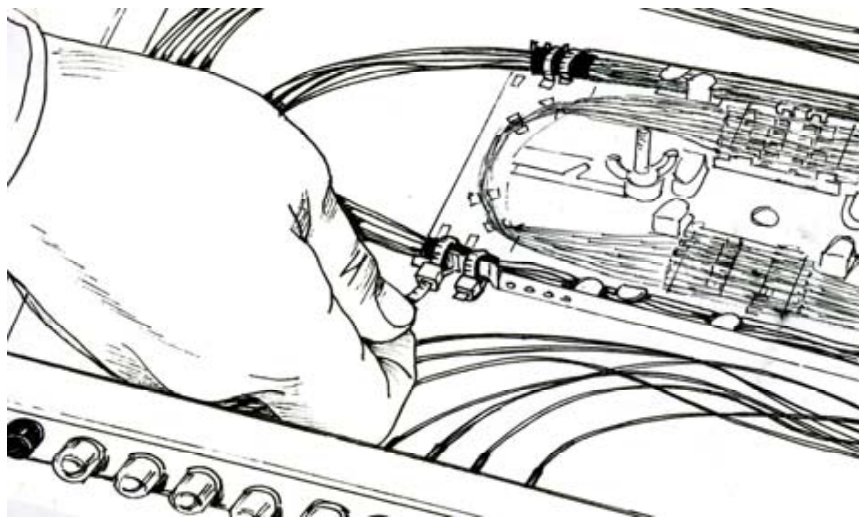

Рис. 3.13. Крепление шнуров «pigtail»
3.1.12. Закрепляют шнуры «pigtail» нейлоновыми стяжками к пазам кассеты (Рис. 3.13).